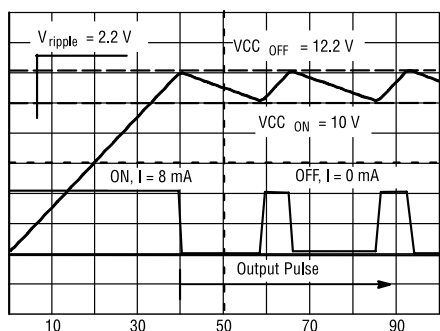

Рис. 5. Стабилизация напряжения питания в NCP1216A
На схеме показано, как встроенный высоковольтный источник тока включается при чрезмерно низком напряжении Vcc и заряжает внешний конденсатор. При достаточно высоком напряжении конденсатора встроенный высоковольтный источник тока (HV) отключается. Таким образом, напряжение питания стабилизируется до среднего значения 11 В с амплитудой пульсаций 2,2 В (см. рис.5).